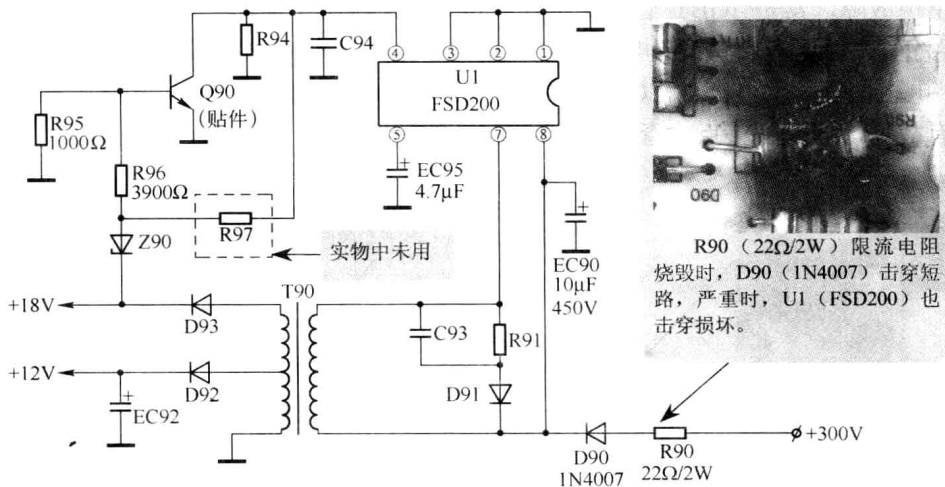
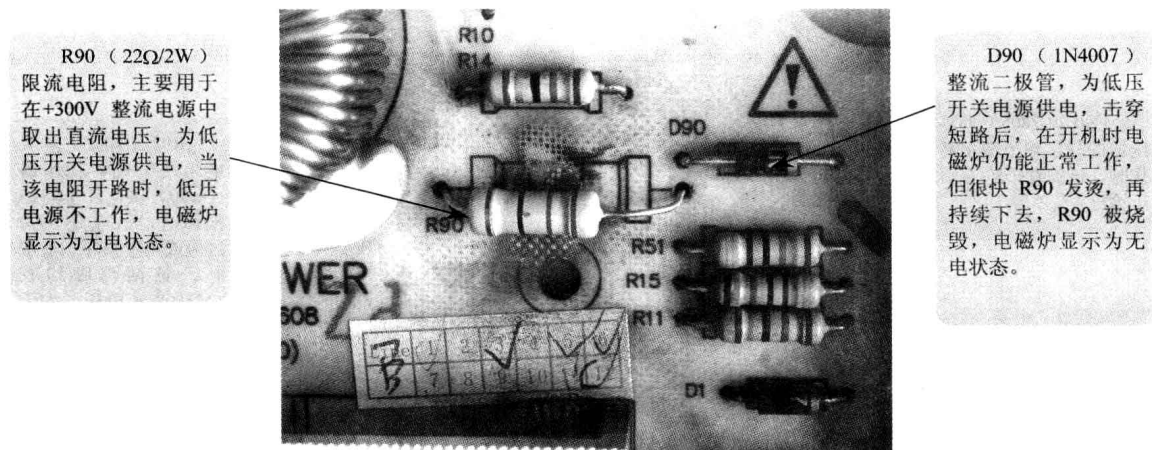
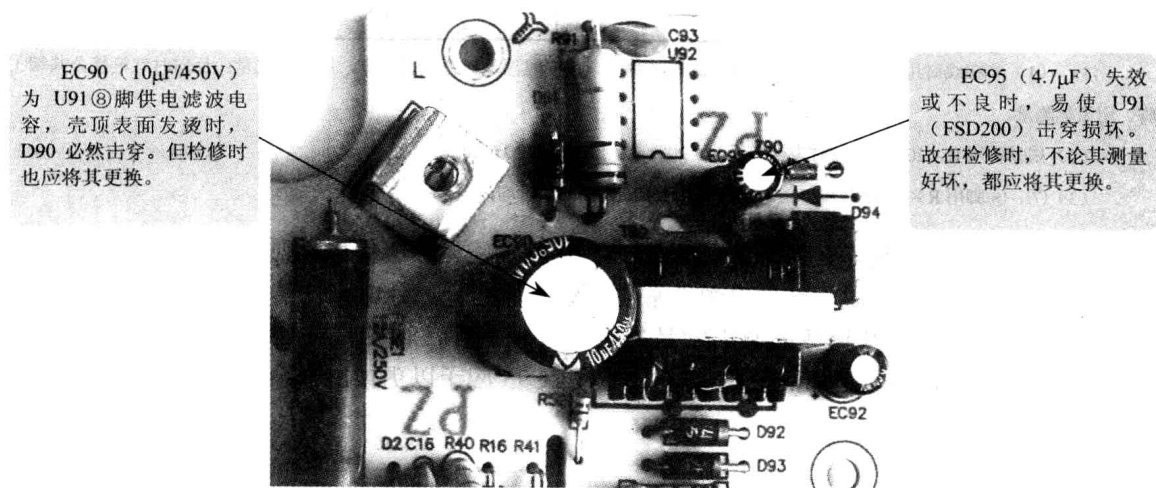
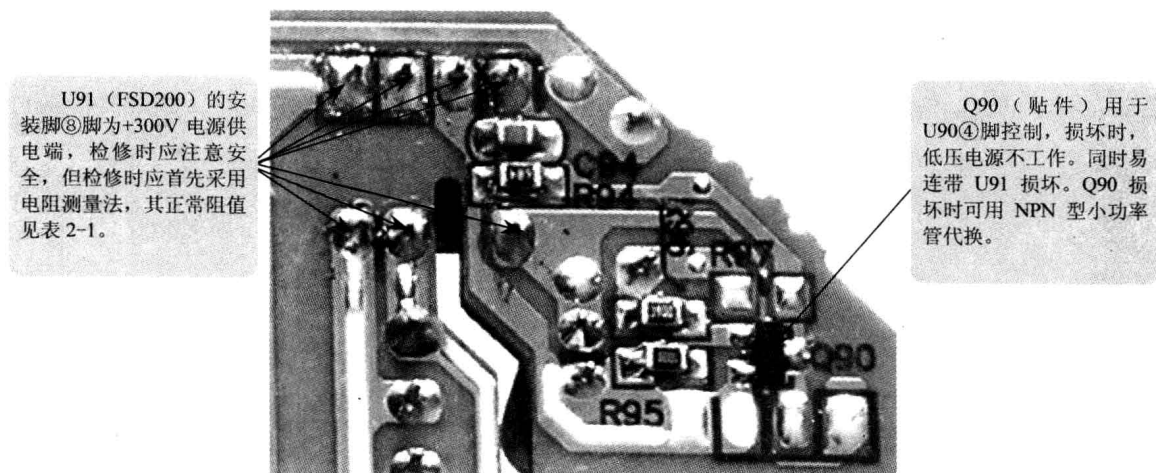

图 2-3 低压开关电源电路原理图
图 2-4 低压开关电源供电电路实物元器件组装图
图 2-7 低压开关电源元器件实物图
图 2-8 低压开关电源印制板电路图
在 TCL 王牌 TC19T 电磁炉中, R90 是  $22\Omega/2W$  限流电阻, 主要用于在  $+300V$  电压中提取电流, 并经 D90 (1N4007) 整流、EC90 ( $10\mu F/450V$ ) 滤波后为低压电源电路供电, 如图 2-3 所示。
在图 2-3 中, R90 的过流原因主要发生在 U1 (FSD200) ⑦、⑧脚和 EC90 ( $10\mu F/450V$ ) 的两条支路中, 但由于在 R90 更换后, T90 及 D93、D92 有正常输出, 且电磁炉又能加热工作, 故可以基本断定由 U1、T90、Q90 等组成的低压电源电路是正常的。这时应重点检查 U1 ⑧脚的供电电路, 结果是 D90 (1N4007) 击穿短路, 将其更换后, 故障被彻底排除, 如图 2-4 所示。
小结: 在图 2-4 中, D90 被击穿短路时, 通过 R90 的电流将直接通过 EC90 ( $10\mu F/450V$ ) 到地构成回路, 并使 EC90 的温度升高、外壳发烫, 持续下去 R90 ( $22\Omega/2W$ ) 限流电阻很快就会呈焦黑状并炸裂烧断。因此, 在该种机型的烧 R90 限流电阻的故障检修中, 必须注意检查更换 D90。D90 击穿短路时的主要特征是 EC90 ( $10\mu F/450V$ )
FSD200 是一种小型电源控制集成电路, 在该机中主要与 T90、Q90 等组成低压开关电源电路, 见图 2-3, 其实物组装如图 2-7 所示, 印制电路板线路如图 2-8 所示。在电路正常状态下, FSD200 引脚正、反向电阻值见表 2-1。根据故障现象的特点, 检修时应首先采用电阻测量法逐一检查 U91 (FSD200) 的外围元器件, 必要时应将元器件的端脚断开或拆下检查。